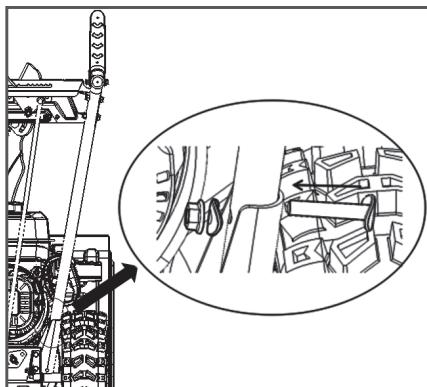

Рис. 3 Установка рабочих рукояток
4. Установите рабочие рукоятки (Рис. 3). Для этого установите рукоятки в посадочные гнезда на корпусе и совместите отверстия. Прикрепите рукоятки при помощи двух болтов M8 × 40 с изогнутыми головками, двух изогнутых шайб и двух гаек M8.